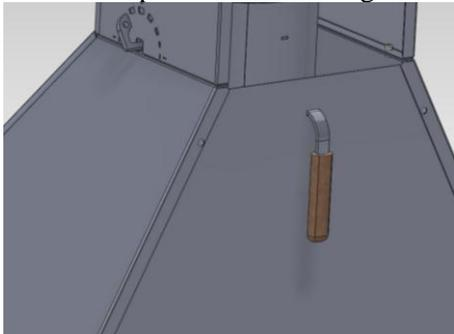

Fig. 5 Ubicación mano fría en el embalado.
- Mano fría de apertura de la puerta, se envía en la parte trasera Ver fig.5